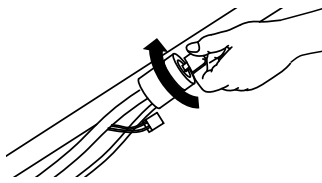
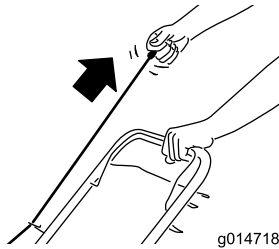

Figura 16
Figura 17
2. Gire la llave de contacto (modelos de arranque eléctrico solamente; consulte Figura 16) o tire del arrancador de retroceso (Figura 17).